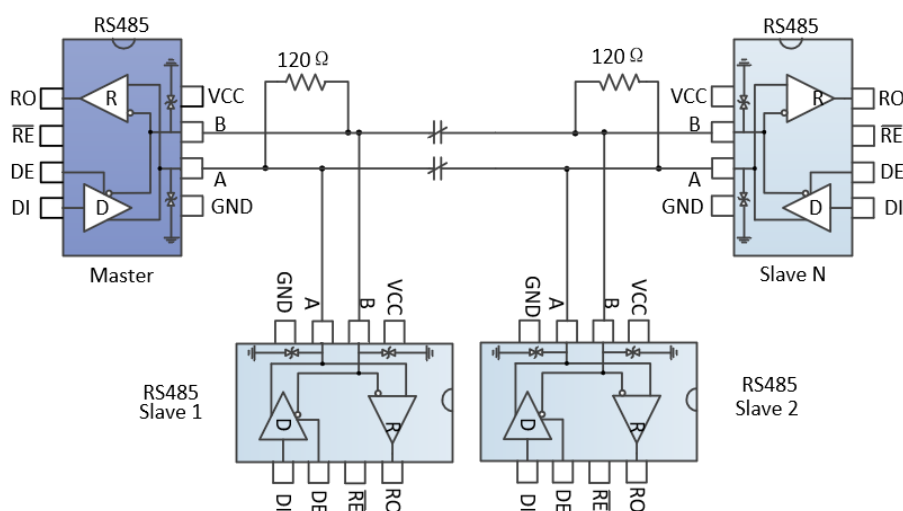

图 9 总线式 RS485 半双工通讯网络
4.1 总线式组网：SN65LBC184DR RS485 收发器设计用于多点总线传输线上的双向数据通信。图 9 显示了典型网络应用电路。这些器件也能用作电缆长于 4000 英尺的线性转发器，为减小反射，应当在传输线两端以其特性阻抗进行终端匹配，主干线以外的分支连线长度应尽可能短。